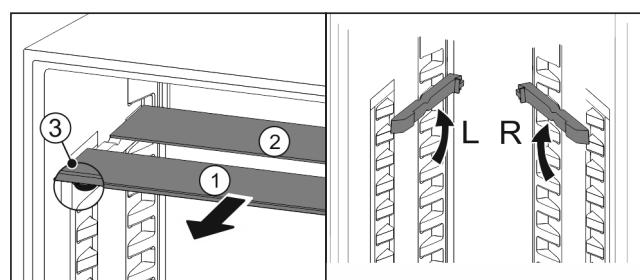

Fig. 50
- Издърпайте Fig. 50 (1) поотделно стъклените площи напред.
- Стъклената плоча Fig. 50 (1) с декоративната лайстна е отпред.
- Ограничителите Fig. 50 (3) сочат надолу.